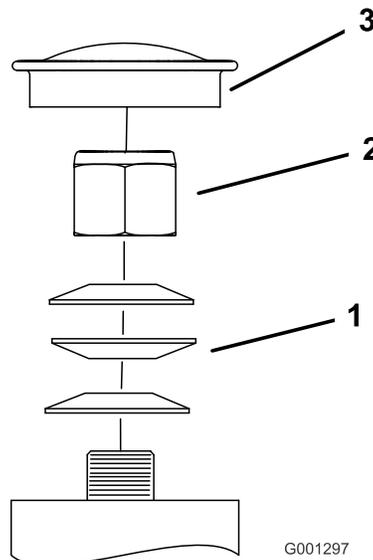

Figure 74
3. Retirez le capuchon protecteur de la roue pivotante et serrez le contre-écrou (Figure 74).
4. Continuez de serrer le contre-écrou jusqu'à ce que les rondelles élastiques soient aplaties, puis desserrez-le d'un quart de tour pour obtenir la précharge correcte des roulements (Figure 74).
Important: Veillez à placer les rondelles élastiques comme montré à la Figure 74.
5. Remettez le capuchon protecteur en place (Figure 74).